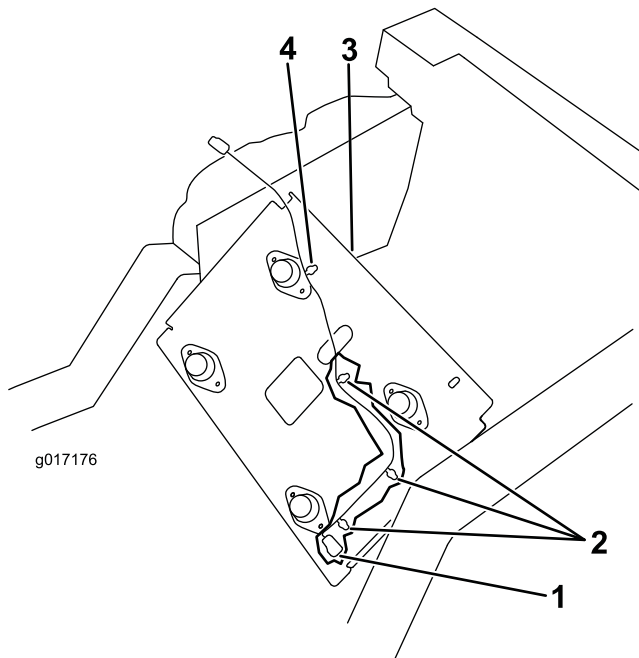

Figura 6
3. Enchufe el arnés nuevo en el arnés de la unidad de tracción (Figura 6).
- Introduzca los 3 clips del arnés en los taladros de la chapa del asiento (Figura 6).
- Pase el arnés de cables hacia arriba, a través del orificio de la base del asiento, e inserte el clip restante del arnés en el orificio de la base del asiento (Figura 6).